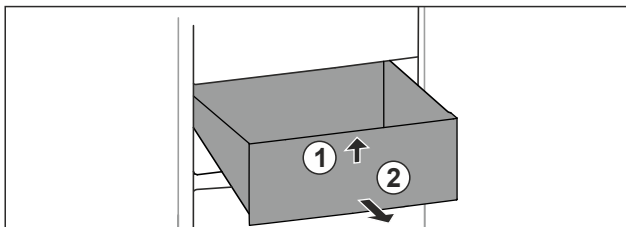

Fig. 86
- ▶ Podignite ladicu sprijeda. Fig. 86 (1)
- ▶ Izvadite ladicu prema naprijed. Fig. 86 (2)